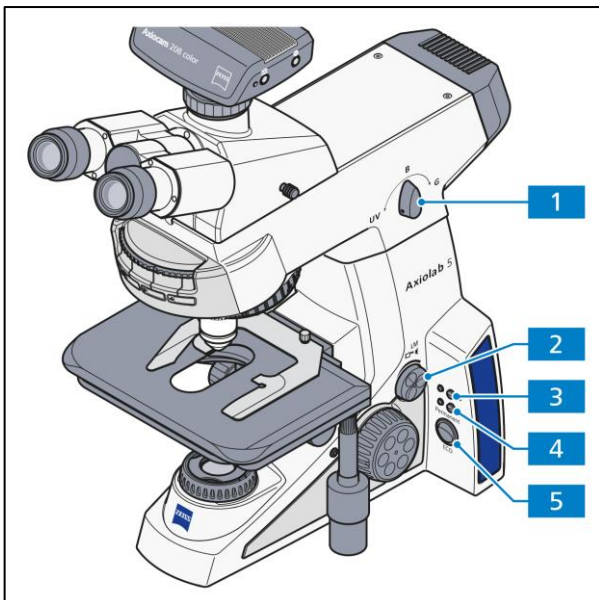

Abb. 3-33 Regler für Lichtintensität/LM und Beleuchtungsmodi
- Ggf. Auflicht- oder Durchlichtbeleuchtung durch Drücken der **TL-** (Abb. 3-33/4) bzw. **RL-**Taste (Abb. 3-33/3) auswählen.
- Bildhelligkeit mit dem Regler für **Lichtintensität/LM** (Abb. 3-33/2) am Mikroskopstativ einstellen.
- **Permanent-** oder **ECO-**Modus (Abb. 3-33/5) zur Benutzung der Mikroskopbeleuchtung auswählen.
- Gewünschte LED für Fluoreszenzanwendung mit Hilfe des LED-Auswahlknopfs (Abb. 3-33/1) auswählen.